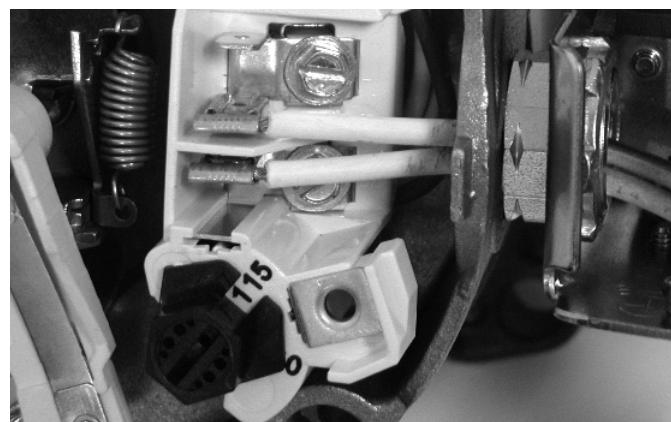

Figure 11 : Tension réglée à 115 volts sur sélecteur à cadran
2. Tourner le cadran dans le sens des aiguilles d'une montre jusqu'à ce que le nombre 115 soit visible dans la fente du cadran (figure 11).